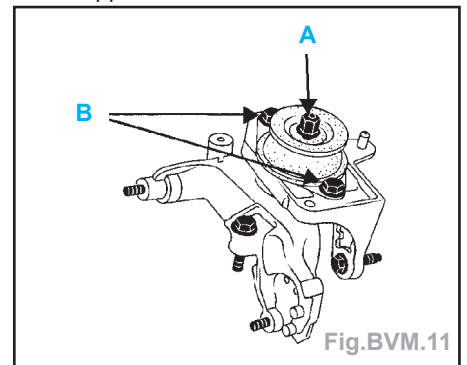

Fig.BVM.11
- Déposer (Fig.BVM.11) :
- l'écrou (A),
- les deux vis (B) du silentbloc,